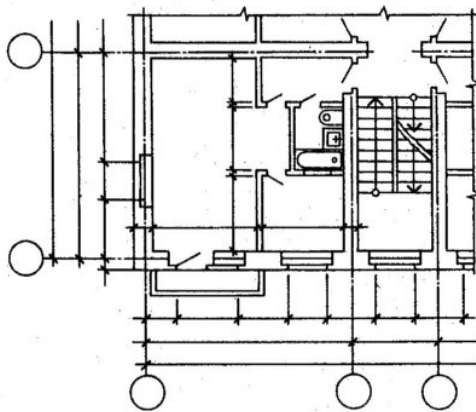

Рис.3 - Нанесение оконных и дверных проемов, лестниц и площадок
8) Показать открывание дверей и указать расположение лестниц с нанесением всех ступенек и площадок по ГОСТ 21.101-97(рисунок 3).
**Задание:** В соответствии с ГОСТ 21.101-97 и ГОСТ 21.501-93 (рис.3):